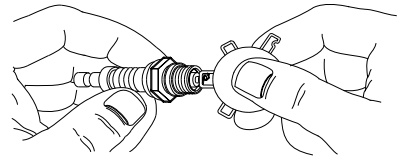

**Figura 4-4. Conjunto del filtro de aire**
- Desenrosque el tornillo (A) y retire la cubierta del filtro de aire. Consulte la **Figura 4-4**.
- Limpie el filtro (B) con una mezcla de agua y jabón. Escúrralo y limpie hasta que quede seco (NO LO RETUERZA) con un paño limpio.